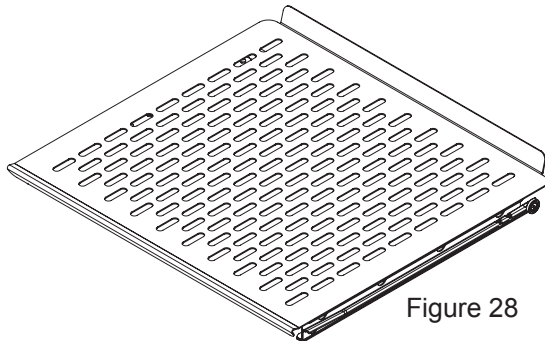

Figure 28
- (1) Étagère sur glissières, voir la Figure 28.